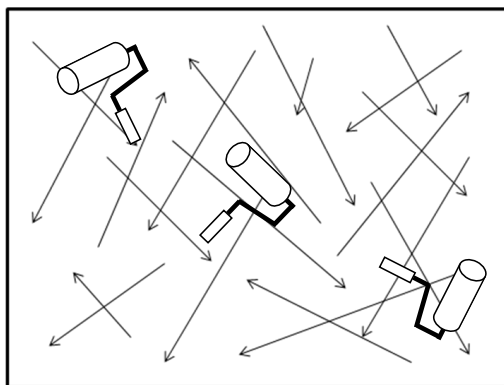

図1. 海綿ローラーの転がし方（例）
施工方法	施工のポイント参照(図1、写真1-3)
- ・海綿ローラーは十字を切るように塗装せず、×を描くようにラップさせつつ動かして塗装する。(図1)
- ・海綿ローラーは十字を切るように塗装せず、×を描くようにラップさせつつ動かして塗装する。（図1）